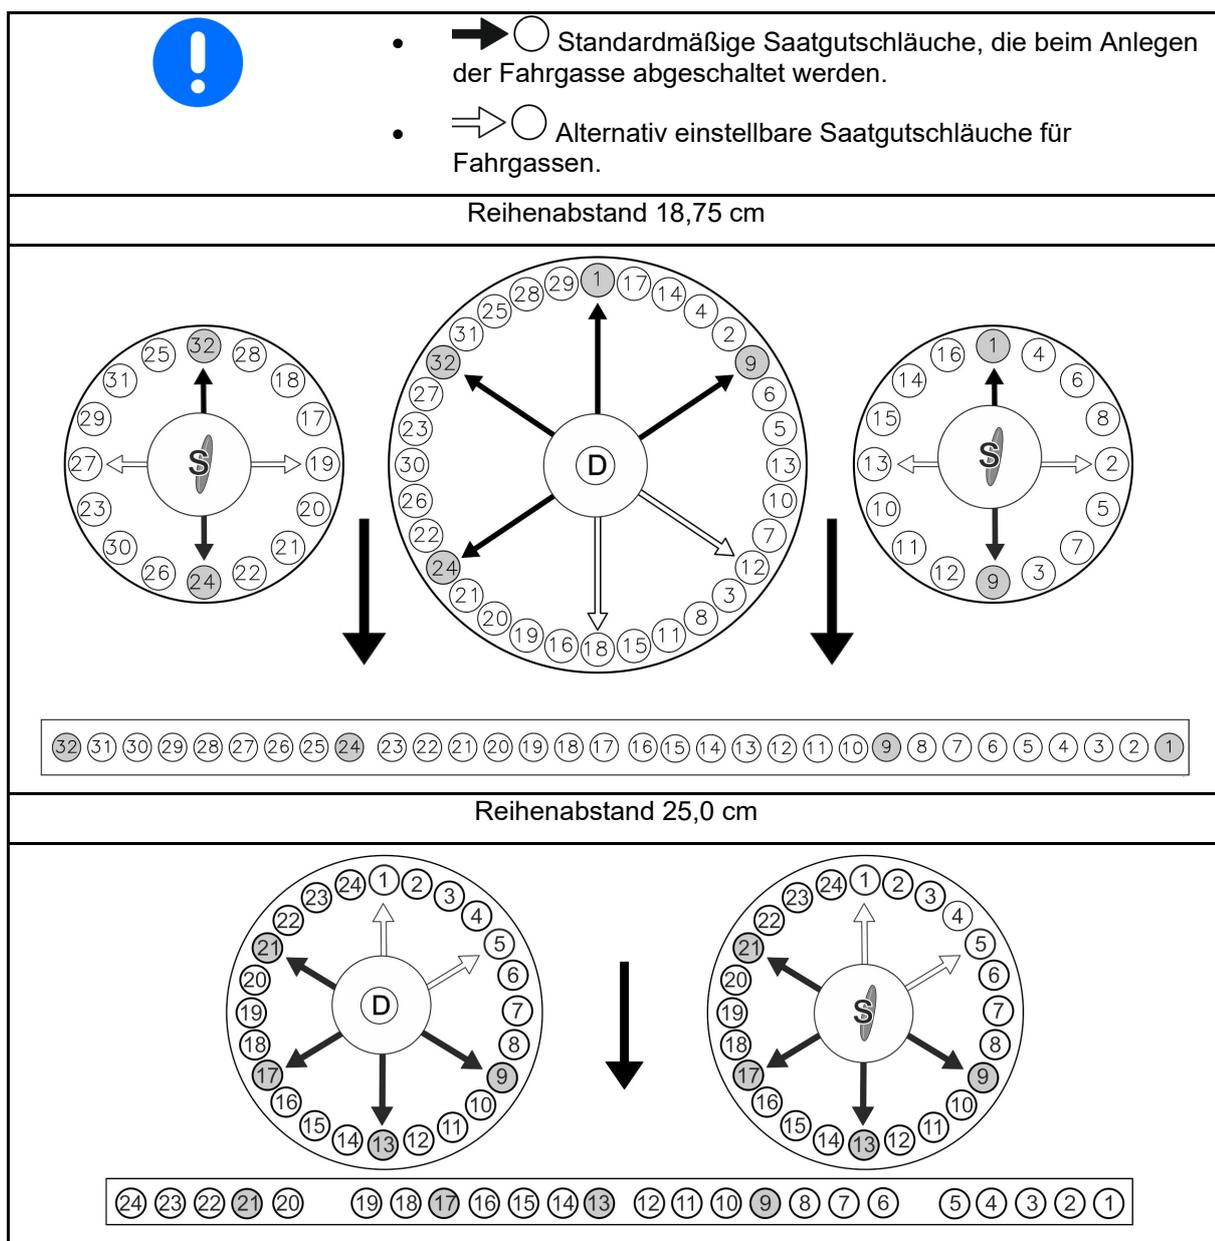

Fig. 139
6. Ölfilter (Fig. 139/1) mit 3 Schrauben lösen, Ölfiltereinsatz austauschen.